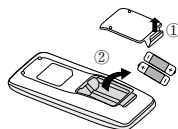

Fig.1
1. Levantar a tampa ao longo da direcção da seta (como mostrado na Fig 1. ①).
2. Tirar as baterias originais (como mostrado na Fig 1. ②).